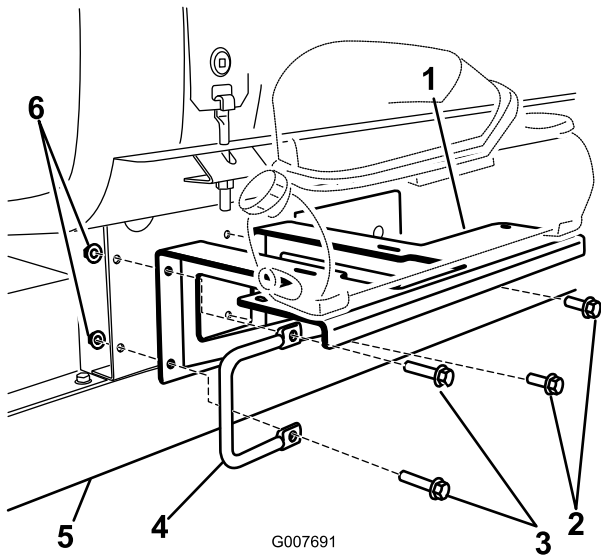

Figura 6
- 3. Montate la staffa sul telaio mediante 2 bulloni (3/8 x 1-1/4 pollici), 2 rondelle&Nut3_8 e 2 dadi flangiati &Nut3_8, inclusi nelle parti sciolte, insieme alla maniglia sinistra e agli elementi di fissaggio rimossi in precedenza (Figura 6).